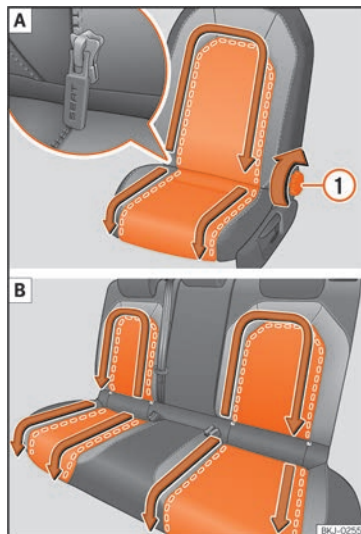

Fig. 124 Desmontar as capas extraíveis. [A] Banco dianteiro esquerdo; [B] Bancos traseiros
- Incline o encosto para trás até que o puxador do fecho de correr fique totalmente acessível »» Fig. 124 ①¹⁾.
- Deslize os puxadores do fecho de correr na direção das setas »» Fig. 124. A capa interpermutável fica livre.
- Deslize os puxadores do fecho de correr na direção contrária à das setas »» Fig. 124.